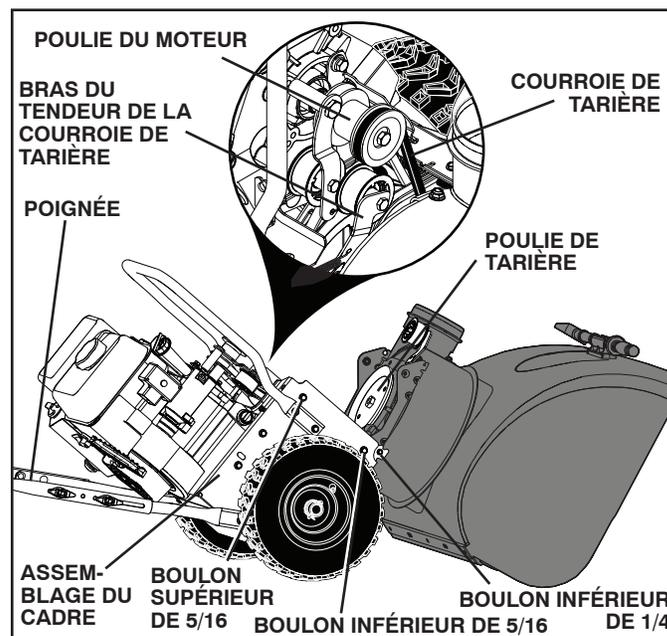

FIG. 21
2. ENLEVER LA GOULOTTE D'ÉVACUATION – Desserrer le contre-écrou qui retient la tête de rotation de la goulotte au support de montage. Desserrer-la juste assez pour permettre à la tête de rotation de la goulotte d'être surélevée et que la goulotte d'évacuation puisse être enlevée de sur la souffleuse à neige. Voir la Fig. 21.
## REEMPLACEMENT DE LA COURROIE DE TARIÈRE (Voir la Fig. 21)